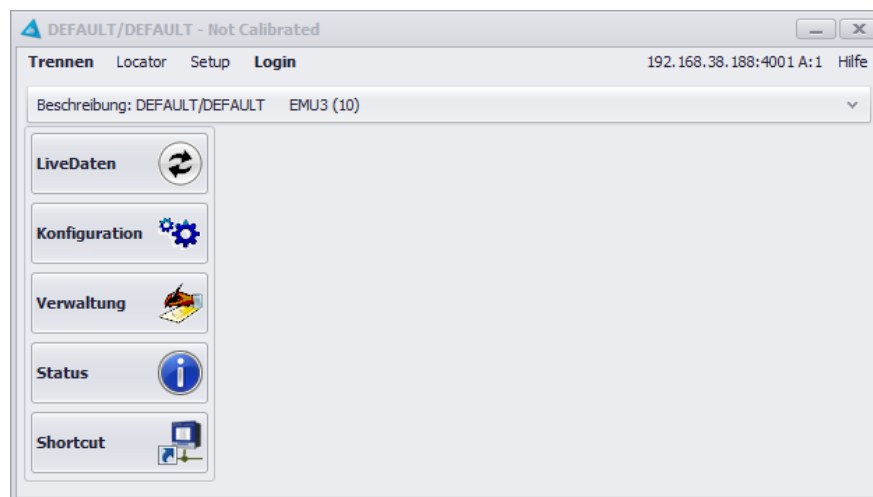

Abbildung 6: ENVIS.Daq-Anwendungsfenster mit angeschlossenem MMU 3
- 5) Drücken Sie Verbinden im Menü oder ENTER. Die Anwendung versucht, eine Verbindung zum angegebenen Gerät herzustellen. Wenn die Verbindung erfolgreich hergestellt wurde, lädt die Anwendung die im Gerät gespeicherten Einstellungen und zeigt ein Übersichtsfenster an (Abb. 6).